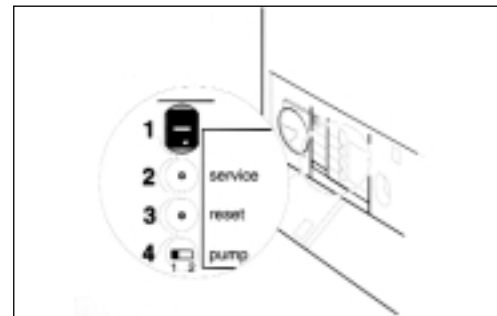

Fig. 2 Display
Hvis der er risiko for, at anlægget udsættes for frost, indstilles varmeanlæggets afbryder "pump" til stilling 2 (pumpens efterløbstid 24 timer) (fig. 2, pos. 4).
Driftstilstanden eller eventuelle fejlmeldinger angives på displayet (fig. 2, pos. 1). Meldingen består af to tegn. Efter at have trykket på servicetasten (fig. 2, pos. 2), angives det andet tegn.